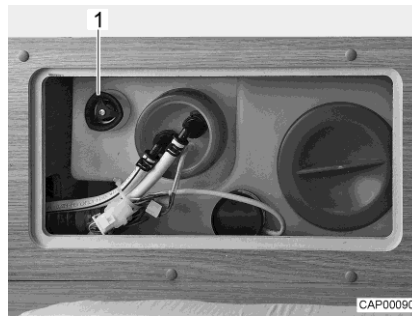

Fig. 88 Réservoir d'eau avec poignée tournante
- Faire tourner à fond dans le sens des aiguilles d'une montre la poignée tournante (Fig. 88,1) située sur le réservoir d'eau.
- Faire tourner la poignée tournante (Fig. 88,1) située sur le réservoir d'eau dans le sens inverse des aiguilles d'une montre jusqu'à ressentir une résistance. L'eau s'écoule, env. 20 litres restent.